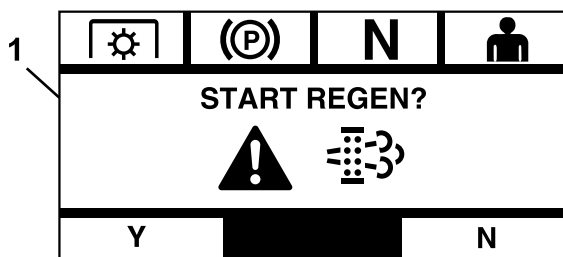

Bild 13
- Wenn Sie „Y“ [Ja] wählen, fordert Sie das Modul auf, den Regenerationsprozess zu starten (Bild 13).